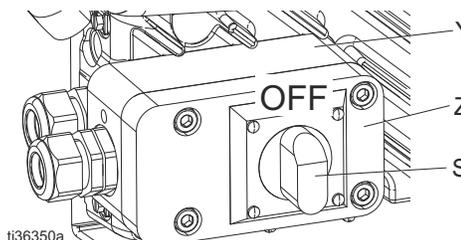

FIG. 2: Interruptor de alimentación
- Acerque el cable a la unidad y quite cuatro tornillos para separar la tapa de la caja de conexiones (G) y el interruptor de potencia (E) del pulverizador. Consulte FIG. 2.